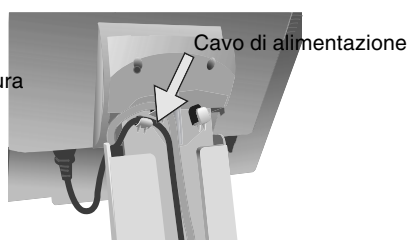

Figura C.4
7. Inserire il D-Sub nei ganci specifici indicati nella **figura C.4**.
8. Assicurarsi che tutti i cavi siano adagiati in posizione piatta contro il supporto (**figura C.4**).